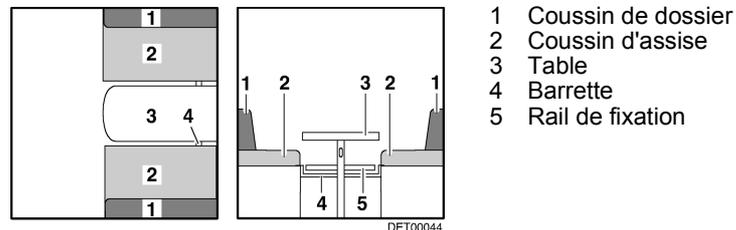

Fig. 44 Avant la transformation
- Convertir la table (Fig. 44,3) en sommier de lit (voir paragraphe 7.6.1).
- Insérer la barrette (Fig. 44,4) ou tirer vers l'intérieur suivant le modèle. La barrette est positionnée correctement si elle maintient le plateau de table environ 15 - 20 cm derrière le pied de table.